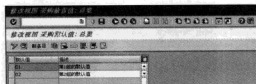

图 7-32 “修改视图采购默认值：总览”界面
STEP 1 在命令栏输入 SPRO 命令，通过菜单选择“物料管理→采购→环境数据→定义采购员的默认值”选项，弹出“修改视图采购默认值：总览”界面，从中可以定义采购员的“默认值”，如图 7-32 所示。在此修改“默认值”01，将价格改为“不要复制”。